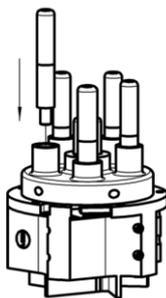

Abbildung 36: Kontaktstift einsetzen
2. Neuen Kontaktstift einsetzen vgl. Abbildung 36